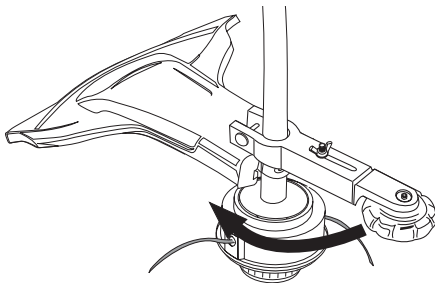

Fig. 13
3. Rote la guía de bordes. Realice esto aflojando ligeramente su tuerca de aletas y girando la guía hacia la izquierda (de frente a la unidad y *alejado* del motor.) Gire la guía 90° (Fig. 13) o hasta que se asemeje a la posición que aparece en la Figura 14.